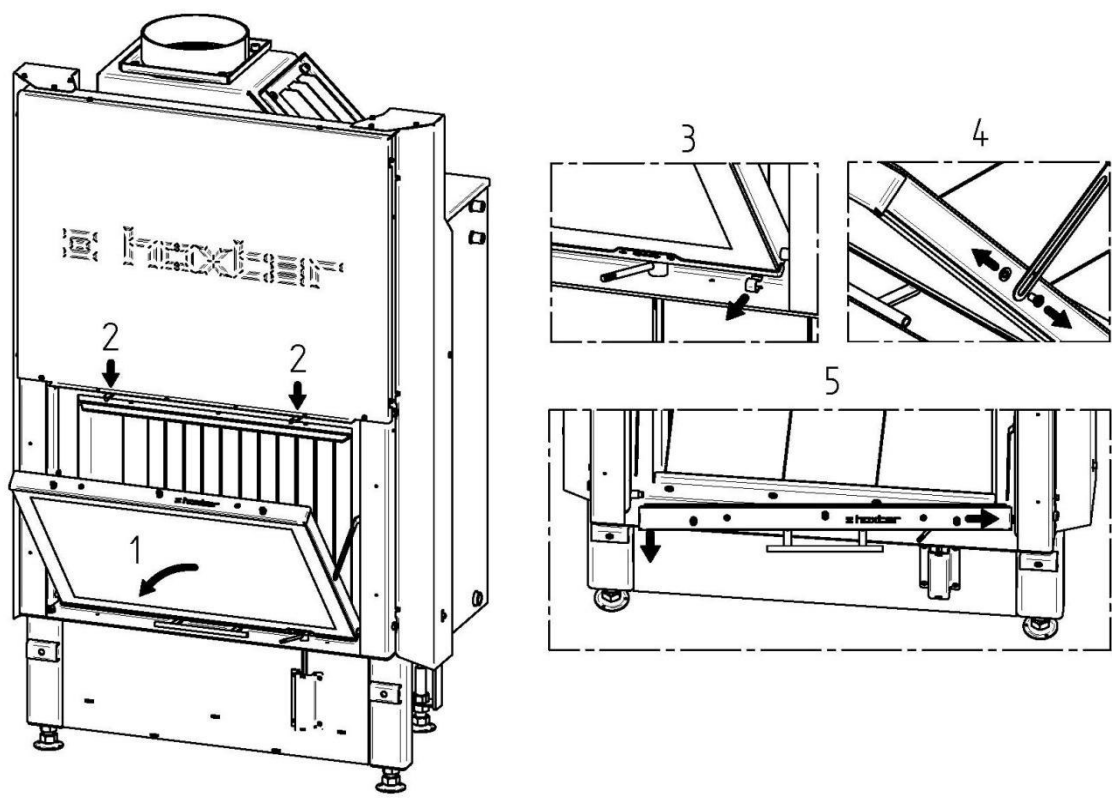

Рис. 8
- Топка с подъемным механизмом (Рис. 8)